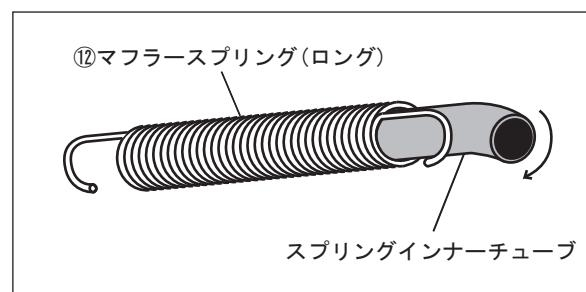

FIG. 11
8. ⑯マフラースプリング(ロング)4本全てに、スプリングインナーチューブを入れて下さい。なお、スプリングに入れた状態ではインナーチューブがスプリングから多少はみ出しますが、マフラーに装着した状態でスプリングが伸びて隠れる為、問題ありません。(FIG. 11参照)